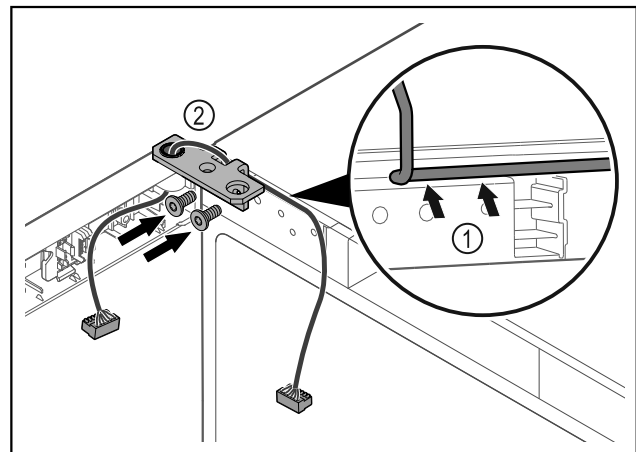

Fig. 44
- ▶ Vezesse át a kábelt a csuklópánton lévő nyíláson, majd óvatosan fektesse le Fig. 44 (1).
- ▶ Csavarozza fel a csuklópántot Fig. 44 (2).